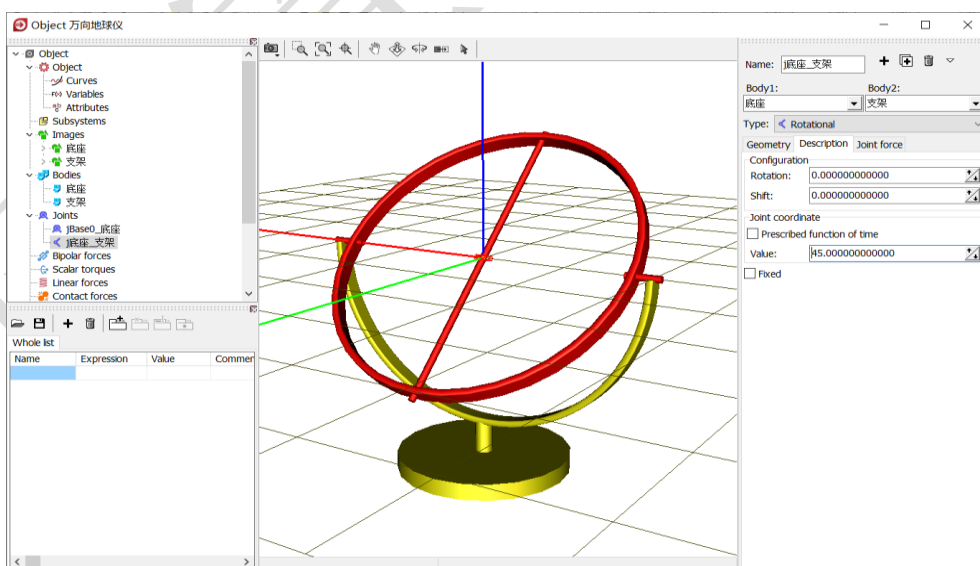

图 2-25
- 10) 在 **Description** 页面, 我们可以改变 **Value** 值 (转动铰对应为角度), 预览支架相对底座的运动 (预览后请记得归零, 并敲回车键), 如图 2-25。